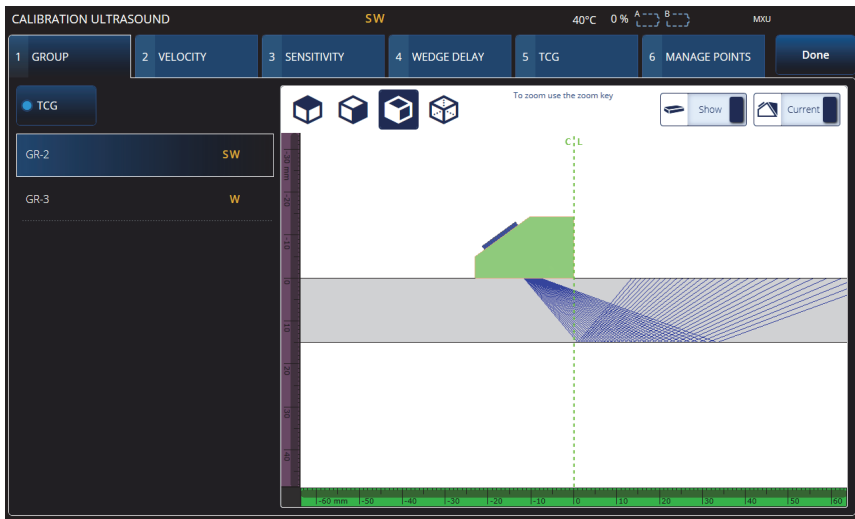

Figure 4-1 Étalonnage — Onglet Group (Groupe)
1. Sélectionnez  >  **Plan & Calibrate** > **Calibration Tools** (Planifier/étalonner > Outils d'étalonnage) pour accéder à l'assistant d'étalonnage **PA**, **UT** ou **TFM** (Figure 4-1 à la page 178). Consultez « Étalonnage TOFD » à la page 198 pour effectuer un étalonnage TOFD. Comme l'assistant de plan d'inspection, l'assistant d'étalonnage comporte un flux de travaux divisé en plusieurs onglets ou sections (pour différents types d'étalonnage).
2. Dans la liste **Groups** (Groupes) [Figure 4-1 à la page 178], sélectionnez le groupe à étalonner. Pour un groupe UT, choisissez également la méthode de mesure à étalonner : **TCG**, **DAC** ou **DGS**.